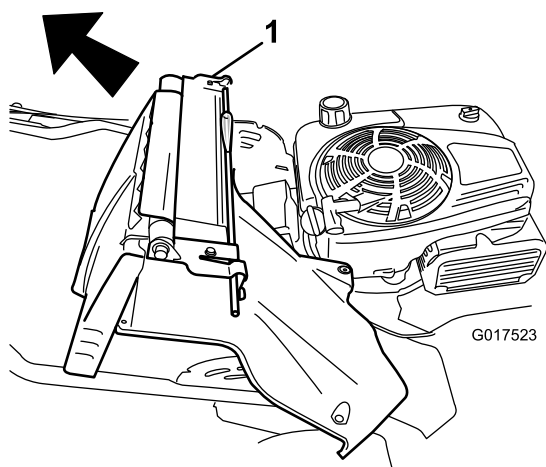

Figure 34
7. Déposez l'ensemble déflecteur arrière et levier de blocage du guidon (Figure 34).